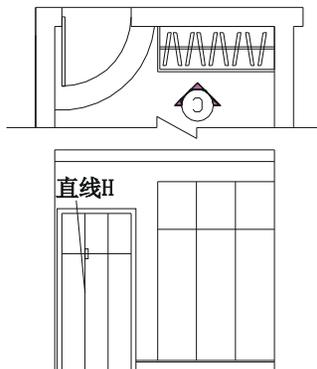
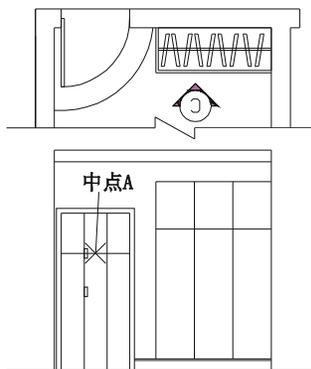
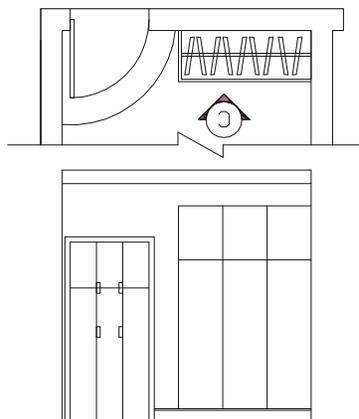
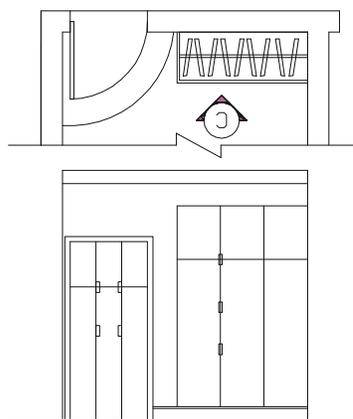

图 8-1-44
图 8-1-45
图 8-1-46
图 8-1-47
**STEP 09** 使用绘制矩形命令 RECTANG (REC) 绘制  $40 \times 120$  的矩形, 再使用移动命令 MOVE 将其移动到如图 8-1-44 所示的位置, 其具体操作步骤如下:
**STEP 10** 使用复制命令 COPY 将如图 8-1-44 所示中的矩形进行复制，其位置只需复制的矩形靠上直线 H 即可，如图 8-1-45 所示，其具体的操作步骤如下：
// 单击如图 8-1-44 所示中的小矩形
**STEP 11** 使用镜像命令 MIRROR 将如图 8-1-45 所示的两个矩形进行镜像，如图 8-1-46 所示，其具体操作步骤如下：
// 框选如图 8-1-45 所示的两个矩形
// 单击如图 8-1-45 所示的中点 A
**STEP 12** 使用复制命令 COPY 将如图 8-1-46 所示的矩形进行多重复制，放在如图 8-1-47 所示的位置。
**STEP 13** 参照上面第 (11) 步的方法，使用镜像命令 MIRROR 将如图 8-1-47 所示衣柜上的小矩形镜像到右边，如图 8-1-48 所示。